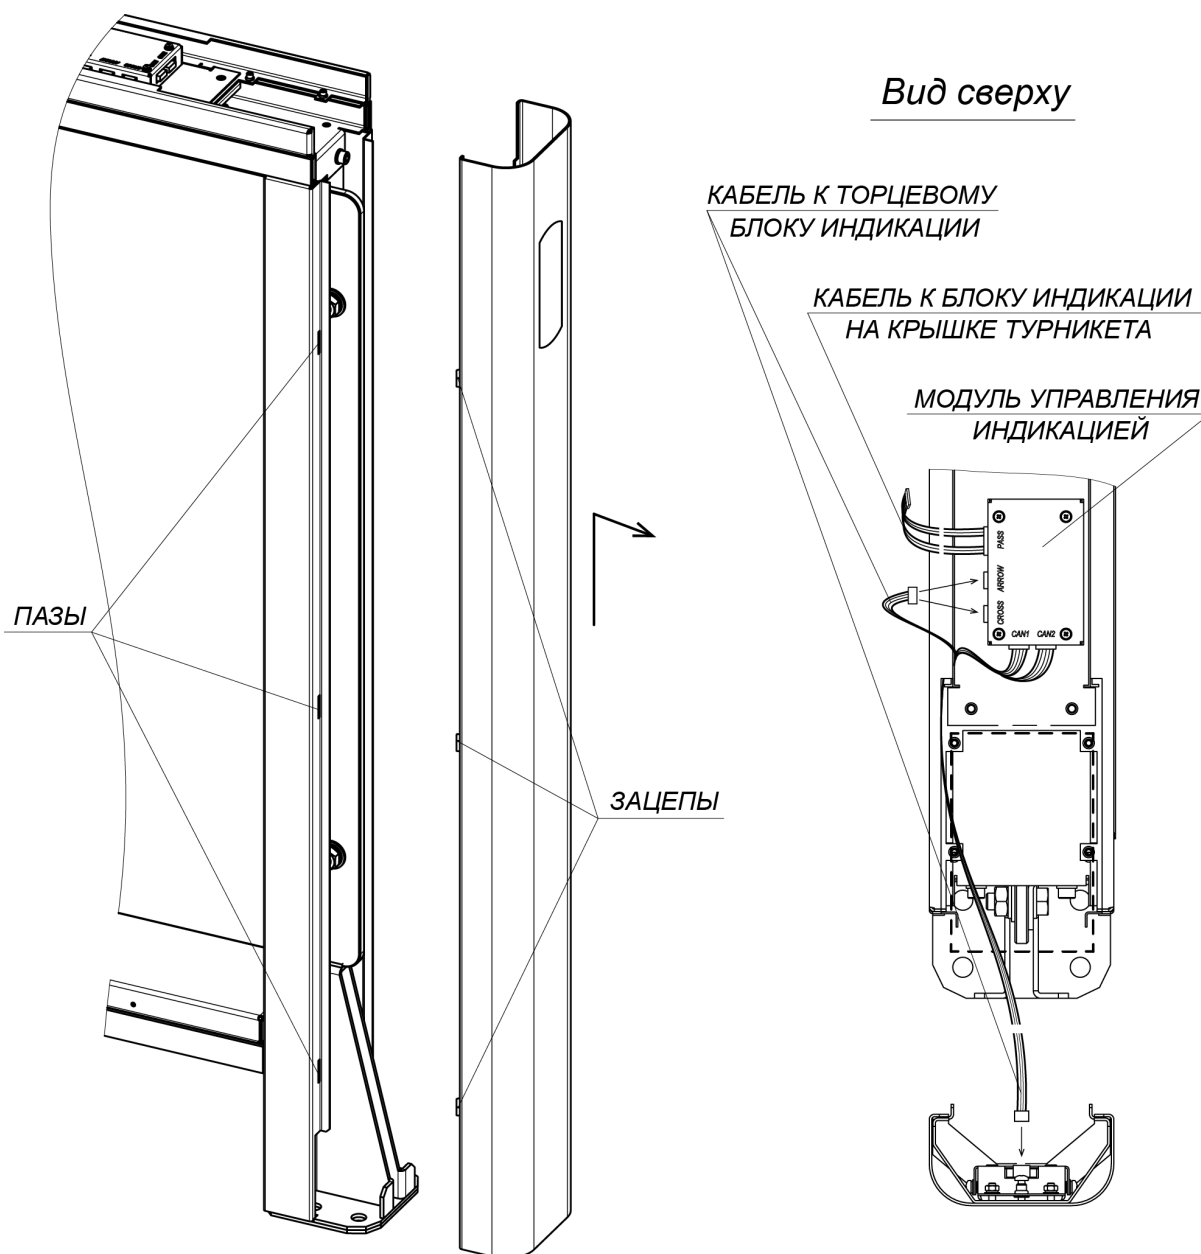

Рисунок 22. Снятие передней панели боковой стойки
21. При необходимости произведите монтаж считывателей карт доступа: либо на предусмотренные для этого полки в верхнем коробе на торцах стойки (см. рис. 22), либо непосредственно на верхних крышках секций снизу (**PERCo-MR07 OEM**). Для фиксации считывателей используйте двусторонний скотч и при необходимости неметаллические подкладки, чтобы расположить его как можно выше (т.е. ближе к верхней поверхности крышки) с целью увеличить дальность считывания. Кабели от считывателей аккуратно проведите через верхний короб и центральную стойку к месту ввода кабеля от контроллера СКУД, используя штатные окна в деталях корпуса секции. Кабели не должны проходить между отверстиями для крепления верхней крышки секции и вблизи них, чтобы не повредить кабели при установке крышки. Для крепления кабелей применяйте самоклеящиеся площадки и кабельные стяжки. Не допускается крепление к
24. Установите на свои места передние панели боковых стоек (8) (разд. 8.9.2). После установки проверьте, чтобы верхний край панелей находился на одном уровне с корпусом секции. Панель с торцевым блоком индикации устанавливается с того края секции, где находится модуль управления индикацией, который закреплен на одной из двух стальных защитных пластин в верхнем коробе (см. рис. 22). При этом к торцевому блоку индикации необходимо подсоединить соответствующий соединительный кабель от модуля управления индикацией. Для отображения на торцевом блоке индикации белой стрелки соединительный кабель должен быть подключен к разъему **ARROW** модуля управления индикацией, для отображения красного креста – к разъему **CROSS** (см. разд. 8.9.2, рис. 22).
Для снятия передней панели боковой стойки (8) – сдвиньте ее вдоль стойки вверх и затем на себя, выводя зацепы панели из пазов в боковой стойке (см. рис. 22). Осторожно, не повредите соединительный кабель! Отсоедините разъем соединительного кабеля от платы блока индикации.
Перед монтажом верхней крышки (10) необходимо проверить, подключены ли к модулю управления индикацией все необходимые соединительные кабели (см. рис. 22, разд. 8.9.2).
- Подключите соединительный кабель от модуля управления индикацией (разъем “PASS”, рис. 22) к блоку индикации крышки (для **STC-01G, SDC-01G**).
- Возьмите одну из стеклянных частей крышки с блоком индикации и подключите соединительный кабель от модуля управления индикацией (разъем “PASS”, рис. 22) к блоку индикации крышки.